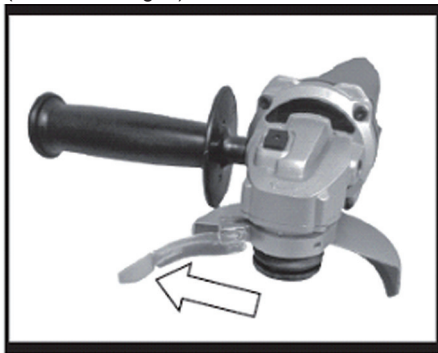

Fig. 3
Apriete el tornillo de ajuste de la abrazadera (7). (Consulte la Fig. 3)